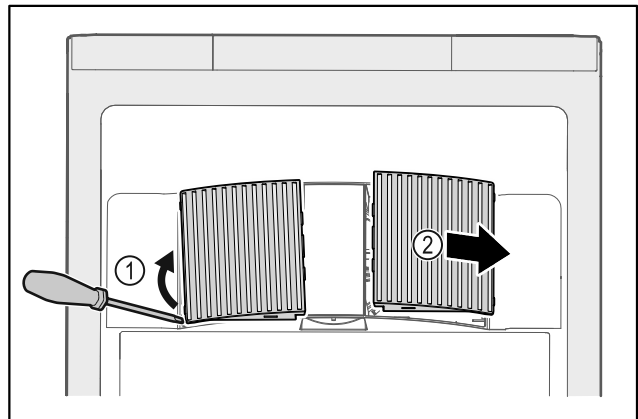

Fig. 126
- ▶ Óvatosan feszegesse le a ventilátor burkolatait oldalról Fig. 126 (1), és emelje le őket előre felé Fig. 126 (2).